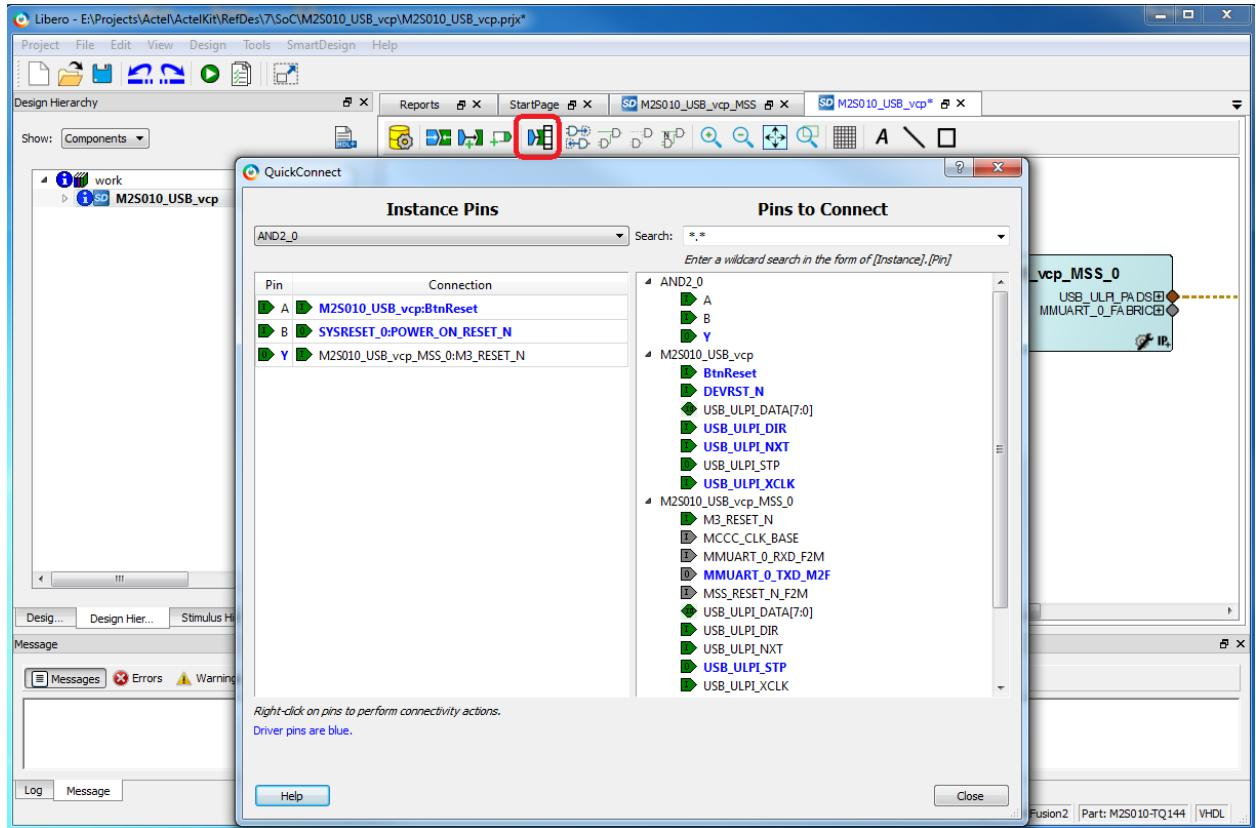

Рис. 22.
- 3) Используя мастер соединений QuickConnect (рис. 22.).